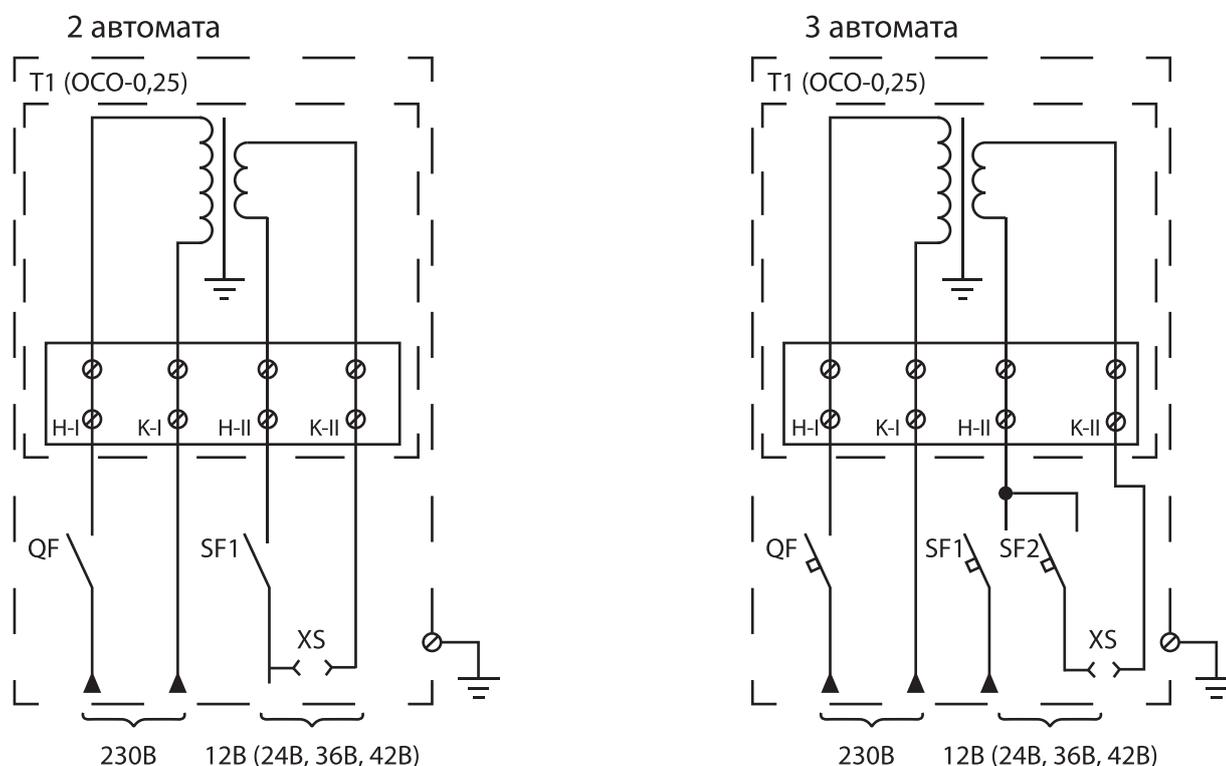

Рисунок 2. Схема электрическая принципиальная ЯТП
6.4. Ввести внешние проводники. Вводные зажимы обеспечивают присоединение медных и алюминиевых проводников сечением 2,5 мм² (см. рис.2).